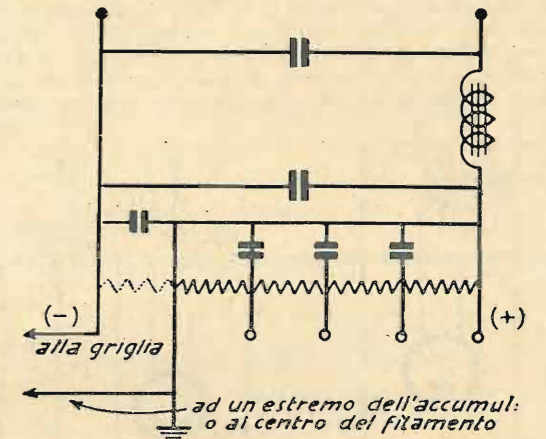

Fig. 4
**III CASO (Fig. 4). In serie al partitore per polarizzare la griglia della valvola di potenza.** — In molti circuiti si usa ricavare dal potenziometro o partitore la tensione negativa di griglia per l'ultima valvola; si può quindi, a tutto bene-
fizio del partitore poichè in quel tratto passa una forte corrente anodica, inserire in serie al partitore il rocchetto del dinamico. Esso sostituirà quindi il tratto punteggiato della fig. 4. A questo punto prima di indicare la quantità di filo occorre richiamare il lettore ad una disposizione apparentemente diversa ma identica come funzionamento (fig. 5). Cioè il metodo di polarizzazione di griglia mediante una resistenza fra il centro del filamento ed il negativo dell'alimentazione. In ambedue i casi (figg. 4 e 5) si tratta di rendere positivo di un certo numero di volt il filamento della